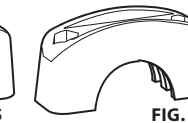

FIG. 6
- Pour un cordon d'un diamètre de 23,8 à 27,7 mm (0,95 à 1,09 po) : utiliser uniquement le collier de serrage, sans pièce rapportée, comme illustré à la Fig. 6.